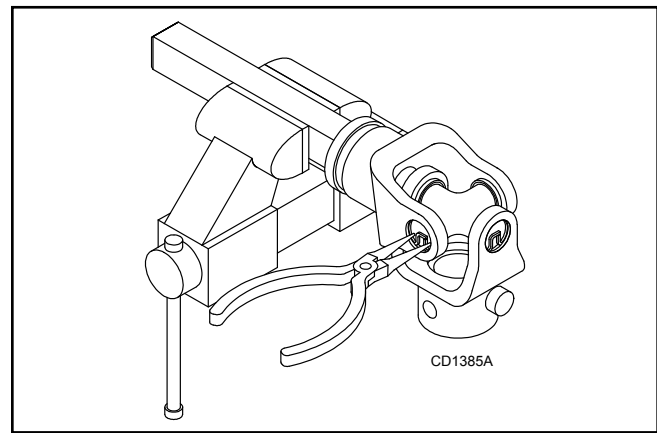

Figure 17.
1. Retirez les bagues-élastiques externes des emplacements en quatre endroits, comme indiqué dans la figure 17.